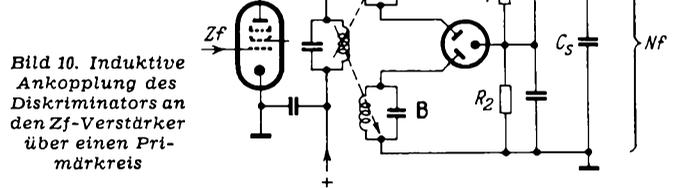

Bild 10. Induktive Ankopplung des Diskriminators an den Zf-Verstärker über einen Primärkreis
b) über einen Primärkreis $L_0 C_0$ erfolgen, der an der Anode der letzten Zf-Stufe liegt und auf die Trägerfrequenz abgestimmt ist. An diesen Kreis sind die beiden Diskriminatore Kreise A und B induktiv angekoppelt (Bild 10). Vorteil: Einfachheit der Schaltung; Nachteil: Schwierigerer Abgleich der Kreise A und B, da sie über den Primärkreis miteinander verkoppelt sind und sich bei der Abstimmung untereinander beeinflussen.